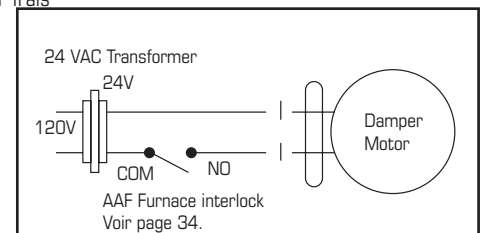

Figure 1
**Les papareil à air frais (AAF) de Fantech qui utilisent un arrêt du ventilateur d'alimentation pour la prévention de gel ne comprennent pas un volet motorisé pour l'air extérieur. Si vous utilisez une installation simplifiée, c'est à dire relier de conduit d'alimentation d'air du AAF à l'aire du conduit de retour d'une fournaise, le AAF doit fonctionner en continu. Lorsque le AAF est éteint, pas d'air d'évacuation chaud circule à travers le AAF mais le ventilateur de la fournaise continuera à aspirer l'air extérieur directement dans la fournaise. S'il fait froid dehors, l'air froid sera introduit, sans réchauffage, directement dans la fournaise. Si le AAF est installé de telle sorte que le propriétaire peut désactiver le AAF au cours de l'hiver, nous vous recommandons d'installer un volet motorisé entre l'apport d'air du AAF et le retour d'air du conduit de la fournaise qui se ferme lorsque le AAF ne fonctionne pas. Voir le schéma de câblage (figure 1). Vous pouvez aussi choisir d'utiliser une AAF Fantech qui utilise un dégivrage de recirculation qui intègre un volet d'air extérieur.**